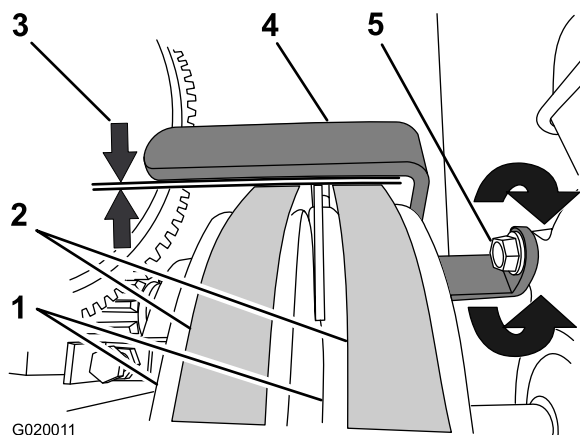

Figure 60
3. Vérifiez que le guide et les courroies sont espacés de 2,5 à 4 mm (3/32 à 5/32 po); voir Figure 60.
- A. Desserrez le boulon qui fixe le guide-courroies au moteur (Figure 60).
à 4 mm (3/32 à 5/32 po) entre le guide et chaque courroie (Figure 60).
- C. Resserrez le boulon qui fixe le guide-courroies au moteur (Figure 60).